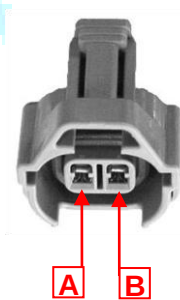

Fig.2
- ✓ **Cod.SA144J** se il positivo degli iniettori benzina è sul PIN A e il negativo è sul PIN B così come indicato in **fig.2**
- ✓ **Cod.SA144JINV** se il positivo degli iniettori benzina è sul PIN B e il negativo è sul PIN A così come indicato in **fig.2**
Il cablaggio **Cod.SA144SJ** è provvisto di spinette tipo JAPAN e di cablaggio allungato per poterlo installare su vetture SUBARU con motore BOXER. Va utilizzato solo se il positivo degli iniettori benzina è sul PIN B e il negativo è sul PIN A così come indicato in **fig.2**